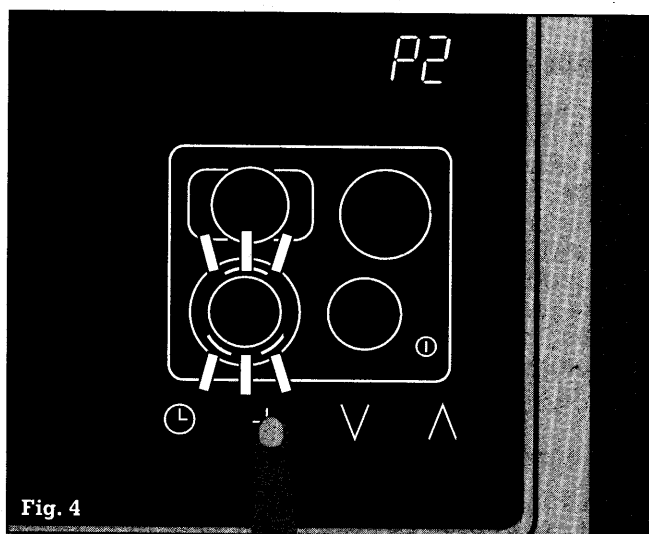

Fig. 4
- ... effleurez le symbole +. **P2** s'allume sur l'afficheur de la minuterie. Le symbole d'extension de zone  clignote sur l'afficheur de la zone de cuisson 1 (avant gauche) (fig. 4). En effleurant la zone de cuisson sur l'afficheur, vous pouvez maintenant choisir parmi trois réglages: